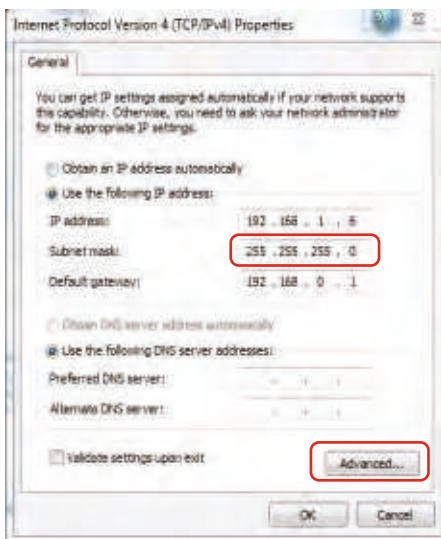

Fig. 6.7
(1) Click "Advanced", entrare in "Advanced TCP/IP settings" (vedere Fig. 6.7).